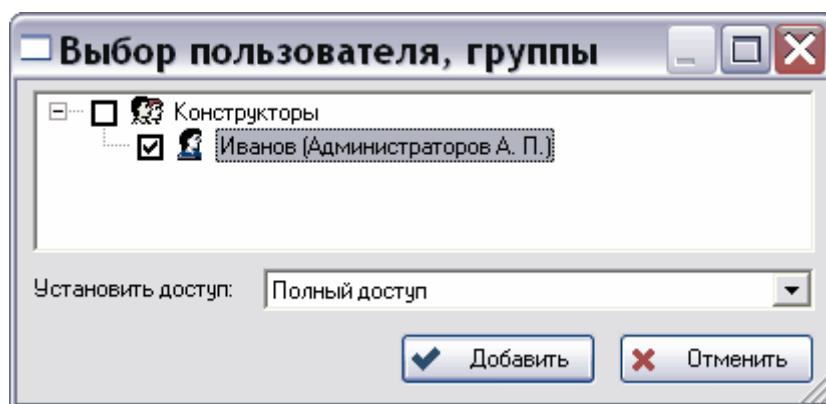

Рис. 30
- В появившемся окне **Выбор пользователя, группы** выберите пользователя или группу пользователей (Рис. 30).